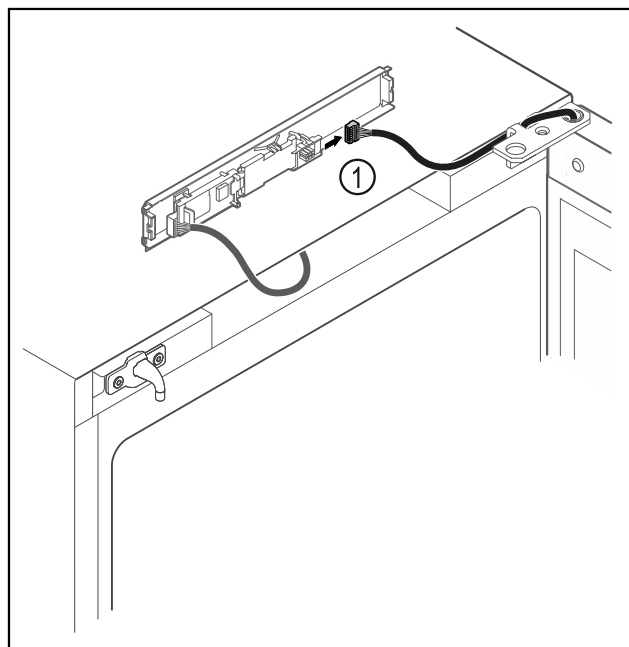

Fig. 15
- Vytáhněte zástrčku Fig. 15 (1) z desky.